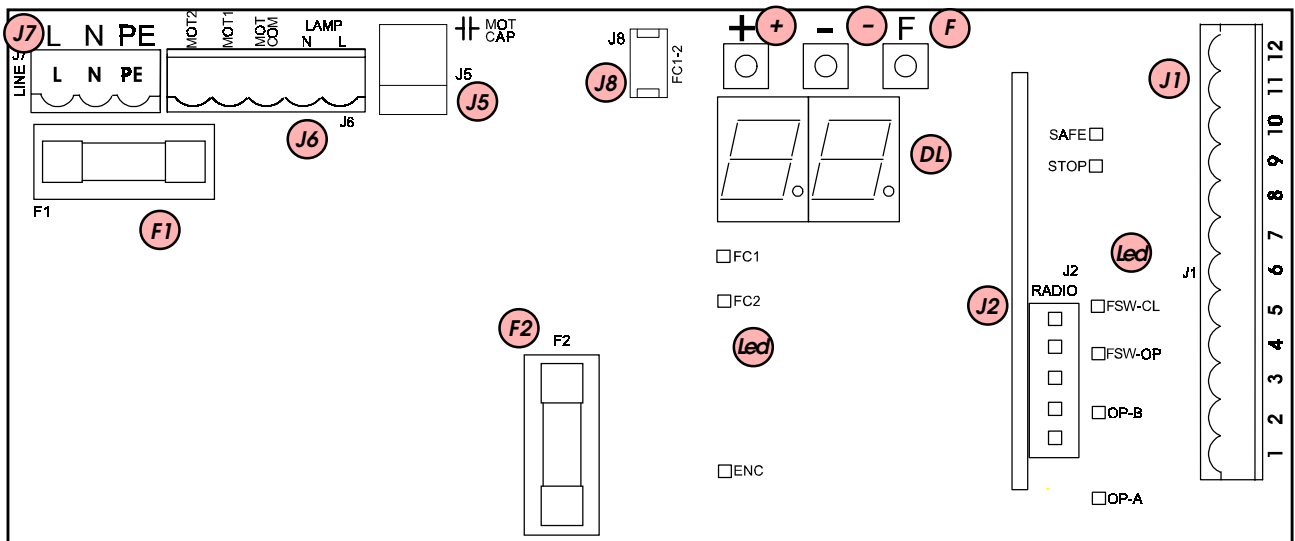

Fig. 22
- Connecter le câble de terre à la borne spécifique sur le connecteur J7 de la platine et à la douille de l'opérateur (fig. 22 et 39).
Fusibles de protection	2 (voir fig. 22 et par. 5.3)